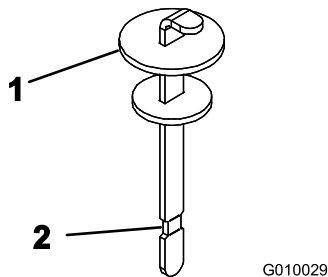

Figure 20
4. Dévissez la jauge du goulot de remplissage et essuyez-la sur un chiffon propre. Remettez la jauge dans le goulot de remplissage, puis ressortez-la et contrôlez le niveau de liquide. Il doit atteindre le repère sur la jauge (Figure 20).